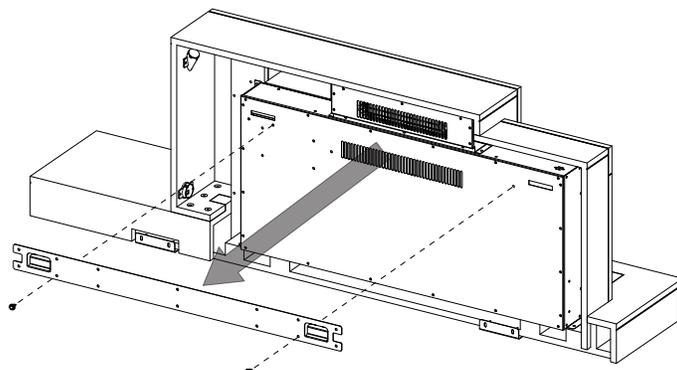

Fig. 1
2. Placez l'appareil sur une surface douce, non abrasive et plane. Retirez le support mural arrière de l'arrière de l'appareil en retirant les 2 vis (**Fig. 1**).